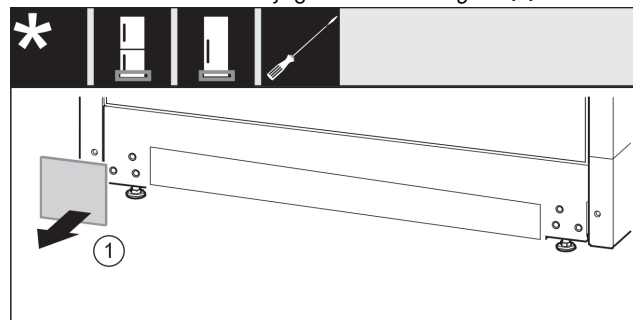

Fig. 12
- Võtke kate maha. Fig. 12 (1)